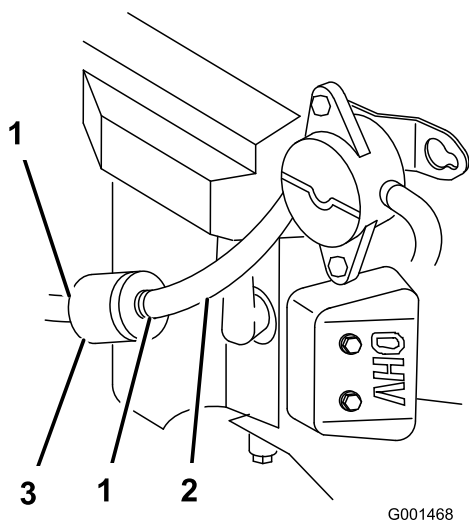

Рисунок 41
4. Сожмите концы хомутов шланга и отодвиньте их от фильтра (Рисунок 41).